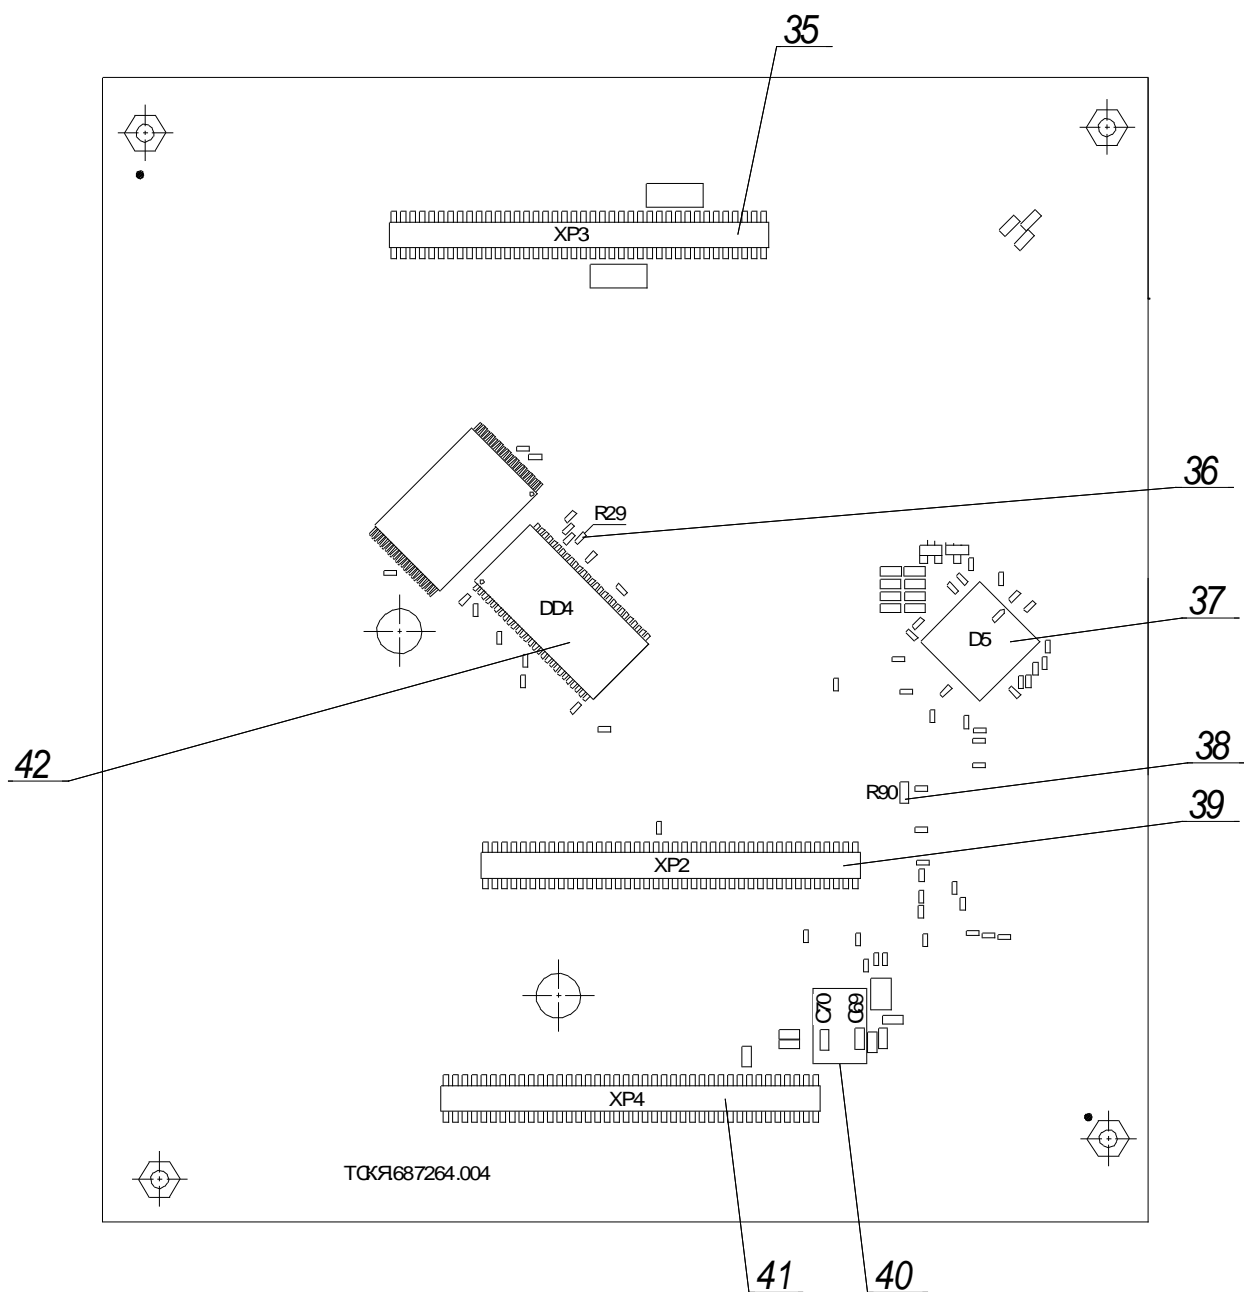

Рисунок 7 - Расположение элементов управления и коммутации на модуле процессора (вид снизу)
7.3.2.1 Тактирование микросхемы D4 от внутреннего кварцевого резонатора BQ1 модуля процессора возможно при наличии резистора R90 (см. рисунок 7) и отсутствии генератора G1, резистора R87 (см. рисунок 6).
7.3.2.2 Тактирование микросхемы D4 от внутреннего кварцевого генератора G1 модуля процессора возможно при наличии резисторов R125, R87 (см. рисунок 6) и отсутствии резистора R90 (см. рисунок 7), резонатора BQ1 (см. рисунок 6) и нагрузочных конденсаторов C69, C70 (см. рисунок 7).
7.3.2.3 Тактирование микросхемы D4 от внешнего генератора, подключенного к разъему X3 модуля процессора, возможно при наличии резистора R87 (см. рисунок 6) и отсутствии резистора R125 (см. рисунок 6), резонатора BQ1 (см. рисунок 6) и нагрузочных конденсаторов C69, C70 (см. рисунок 7).
7.3.4.1 На модуле процессора установлена SDRAM память, которая для модуля EBIU (External Bus Interface Unit) микросхемы в режиме 16 бит видна объемом в 32 Мбайта (работает микросхема DD3, микросхема DD4 отключена от EBIU) по  $adr = 0x40000000$ , в области  $data[31:16]$  подключена NAND FLASH-память объемом 1 Гбайт. Для данного режима работы необходимо наличие резисторов R34 (см. рисунок 6), R29 (см. рисунок 7) и отсутствие резистора R32 (см. рисунок 6).
7.3.4.2 На модуле процессора установлена SDRAM память, которая для модуля EBIU микросхемы в режиме 32 бита видна объемом в 64 Мбайта (работают микросхемы DD3, DD4) по  $adr = 0x40000000$ , NAND FLASH-память отключена. Для данного режима работы необходимо наличие резисторов R34 и R32 (см. рисунок 6) и отсутствие резистора R29 (см. рисунок 7).